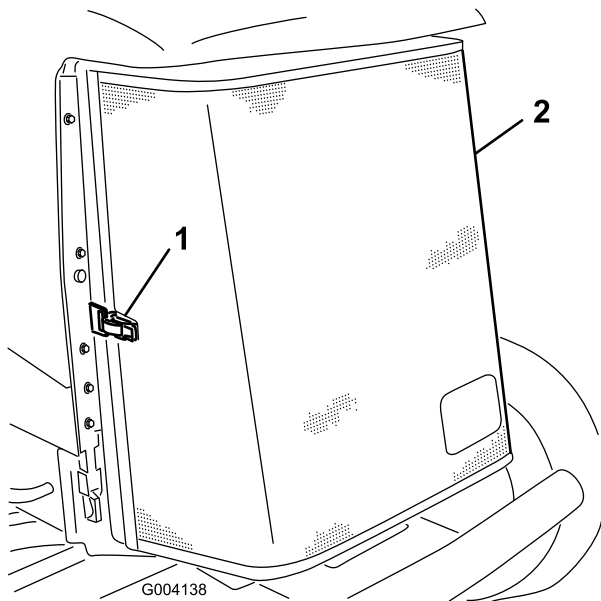

Figure 56
3. Déverrouillez l'attache et ouvrez la grille arrière (Figure 56).